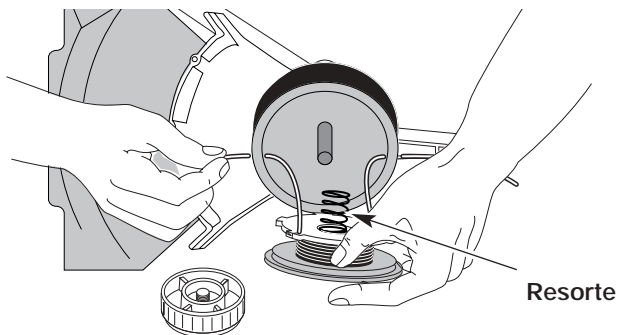

Figure 35
- Inserte los extremos de la línea a través de los ojillos de la bobina exterior y coloque el carrete interior con el resorte dentro de la bobina exterior (Fig. 35). Empuje el carrete interior y la bobina exterior entre sí. Mientras sostiene el carrete interior y la bobina exterior, tome los extremos y tire con firmeza para soltar la línea de las ranuras de fijación de la bobina.
5. Inserte los extremos de la línea en los ojalillos de la bobina exterior (Fig. 35).